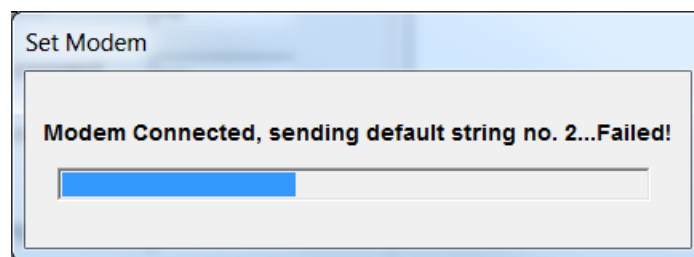

fig.27
- Il programma VEDO resetterà il modem e apparirà una finestra (fig.27) in cui si comunicherà il successo o meno del reset effettuato.